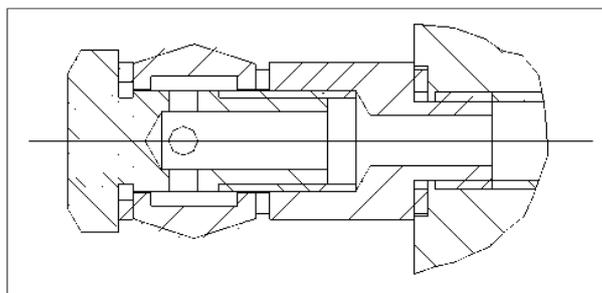

Рис. 33
- ◆ Подключите гидростанцию к гидросистеме гибким шлангом. (Рис. 33)
Подъемник способен работать при напряжении 400V в трех-фазной конфигурации; если напряжение электрической сети иное, то необходимо изменить подключение электродвигателя и трансформатора. (Рис. 33) Также необходимо заменить термодатчик, запросив замену у производителя и/или сервисного центра.